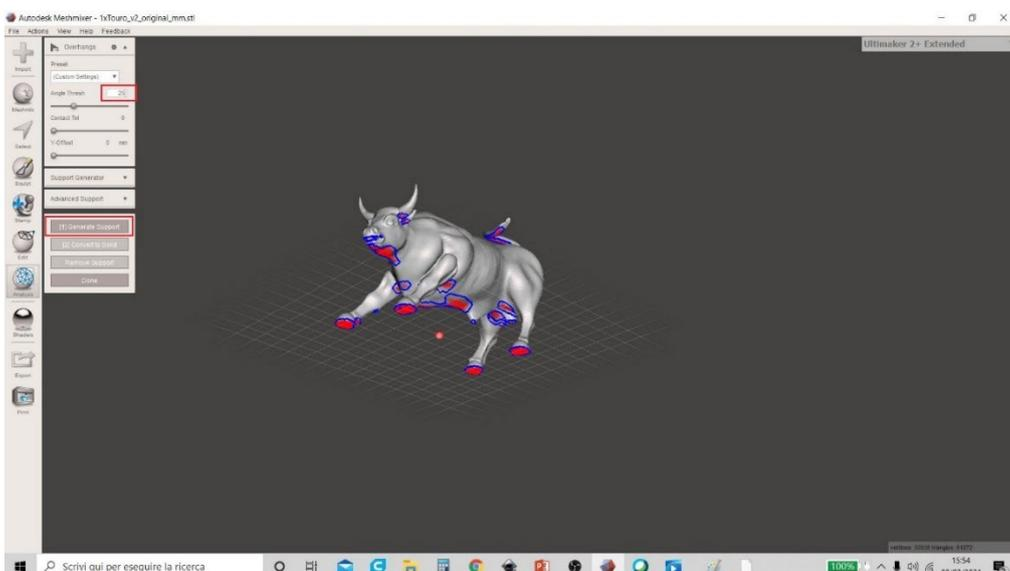

Figura 28 Meshmixer
3. Cuanto mayor sea el valor ingresado en el elemento "Angle Thresh", las partes más críticas se indicarán en el modelo (se indican con halos rojos con un contorno azul). El usuario puede elegir un ángulo entre 0 ° y 90 °. Un valor óptimo para ingresar es de 25 ° (Figura 28 Meshmixer). Después de elegir, el usuario debe hacer clic en el comando "Generar soporte".